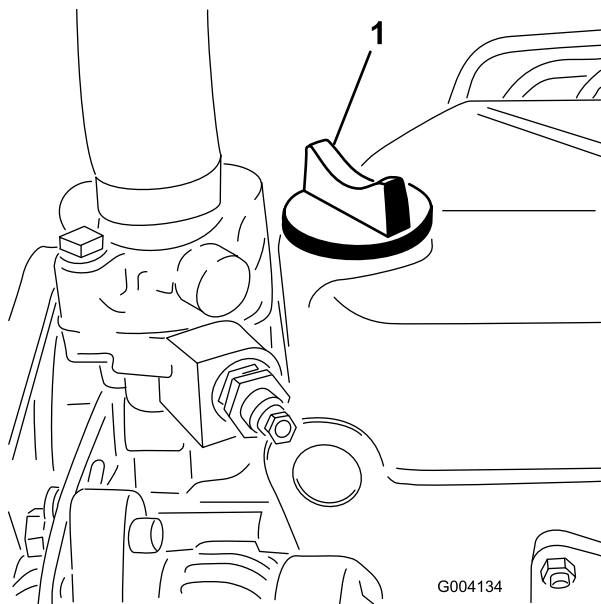

Figura 29
5. Se o nível de óleo se encontrar abaixo da marca Full (Cheio) da vareta, retire a tampa de enchimento (Figura 29) e adicione óleo até que o nível atinja a marca Full.